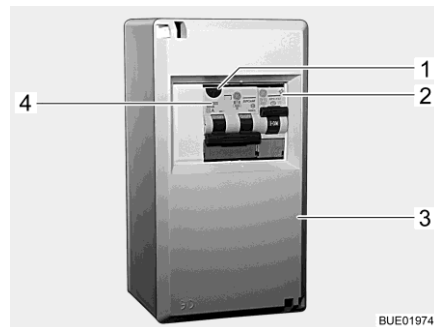

Bild 129 230 V-säkringslåda
En kombinerad jordfelsbrytare/ledningsskydds-brytare (Bild 129,4) i säkringslådan (Bild 129,3) skyddar hela fordonet mot läckström (0,03 A).
På fordon med extrautrustning (t. ex. klimatanläggning) skyddas apparaten av en extra ledningsskyddsbrytare (10 A) (Bild 129,2).
**Kontrollera jordfelsbrytare:** ■ När fordonet är anslutet till 230 V-försörjningen: Tryck på kontrollknappen (Bild 129,1). Jordfelsbrytaren måste utlösas.